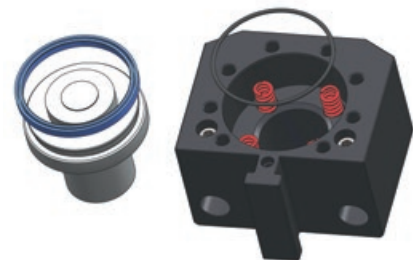

Figure 12
11. Remettez en place le joint d'étanchéité bleu de la rainure et le joint d'étanchéité noir du boîtier. Veillez à ce que les anneaux soient positionnés de manière uniforme (figure 12).